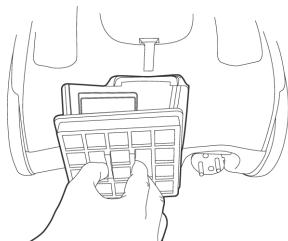

Bild 16
2. Entnehmen Sie den EPA-Filter und ersetzen Sie diesen durch einen neuen EPA-Filter (Bild 16).